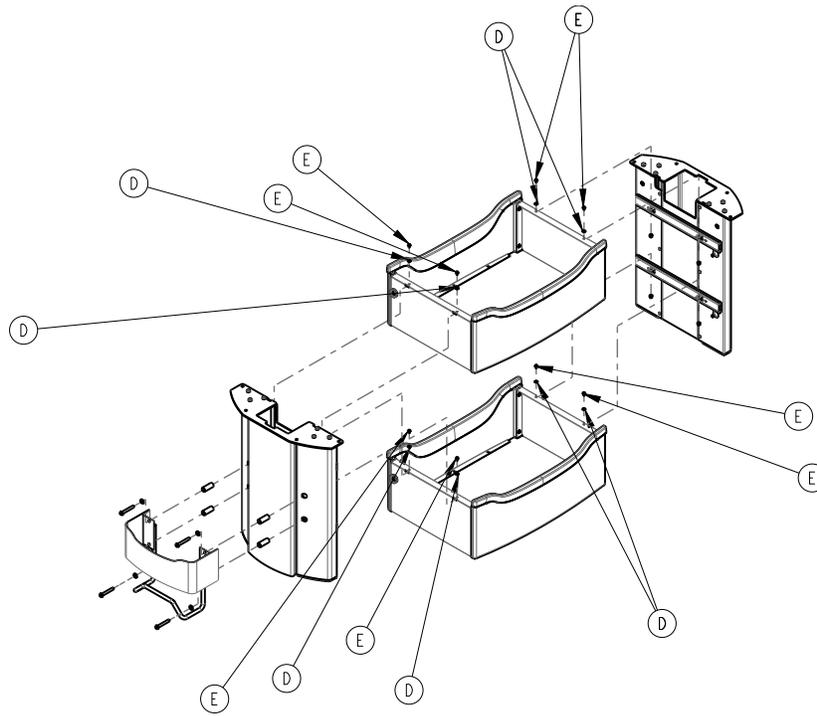

Figure 12 – Glissière du tiroir et colonnes
4. À l'aide d'une clé Torx T15, retirer les vis (E) et les rondelles (D) qui fixent la glissière du tiroir à la colonne (Figure 12). Conserver les vis et les rondelles.